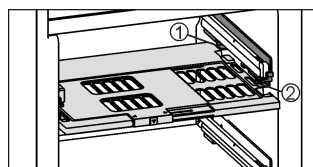

Fig. 5
- ▶ Introduire la plaque de régulation de l'humidité : insérer les travers du couvercle de la plaque par le bas dans le support arrière *Fig. 5 (1)* et encliqueter devant dans le support *Fig. 5 (2)*.